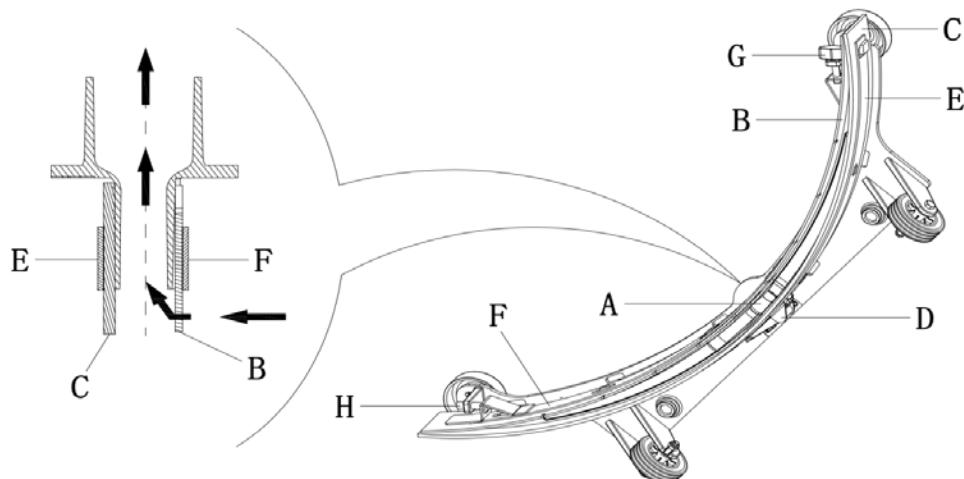

Abbildung 15
1. Folgen Sie dem vorherigen Abschnitt, um die Rakel zu reinigen (Abbildung 15).
2. Überprüfen Sie die Kante des vorderen Rakelblatts (B) und des hinteren Rakelblatts (C). Sie sollten sich in gleicher horizontaler Linie befinden. Andernfalls wird die Höhe wie folgt eingestellt:
- Lösen Sie die Klemme (D), um das hintere Rakelblatt (C) für die Einstellung der Rakel aus der Halterung (A) zu lösen. Nach der Einstellung wird die Klemme wieder angebracht.
- Lösen Sie die Schraube (G) und die Mutter (H) des Griffes, um das vordere Rakelblatt einzustellen. Anschließend Schraube und Mutter wieder anziehen.
- Lösen Sie die Klemme (D), um das Befestigungselement aus der Halterung (A) zu lösen. Nehmen Sie die Klemmenleiste (E) ab und drehen Sie die hintere Rakel (C) zum Austauschen um. Setzen Sie die hintere Rakel in umgekehrter Installationsreihenfolge ein.
- Lösen Sie die Schraube (G) am Griff, um die vordere Klemmenleiste (F) abnehmen zu können und ersetzen Sie dann die vordere Rakel (B) durch eine neue. Bringen Sie die vordere Rakel in umgekehrter Demontagereihenfolge an. Nach dem Austausch der Rakelblätter bzw. nach dem Umdrehen muss die Höhe der vorderen und hinteren Rakelblätter nach dem obigen Verfahren eingestellt werden.
4. Installieren Sie die Rakel und schrauben Sie die Mutter (16) fest, um den Abwasser--Ansaugschlauch (11) an der Rakel zu befestigen.
5. Passen Sie das Niveau der Rakel bei Bedarf über den Einstellknopf (20) an.